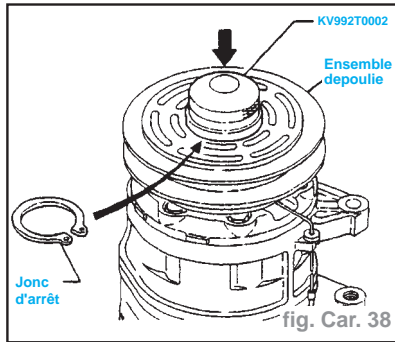

fig. Car. 38
- Reposer l'ensemble de poulie à l'aide de l'outil approprié et d'une presse manuelle puis reposer le jonc d'arrêt à l'aide d'une paire de pinces à circlips (fig. Car. 38).